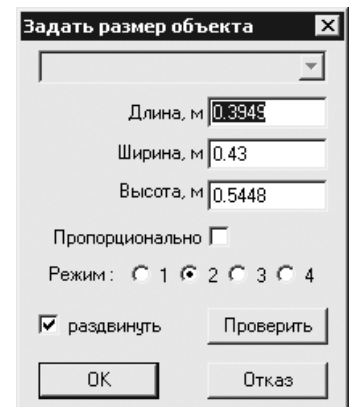

Рис. 8.35
7. Для редактирования объекта нажать кнопку **Размер** — откроется окно **Задать размер объекта**, в котором следует указать нужные размеры (рис. 8.35).